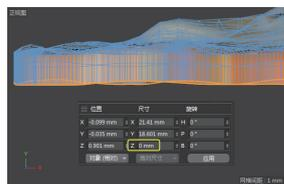
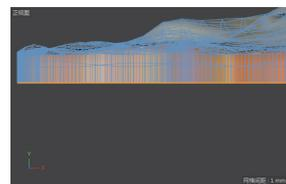

图 5-43
图 5-44
**03** 从正视图中可以看出，由于轮廓线在雕刻时变得起伏不平，需要统一设置 Z 向拉伸，如图 5-43 所示。在坐标管理器面板中设置 Z 值为 0，即可将底部设置为平面，如图 5-44 所示。